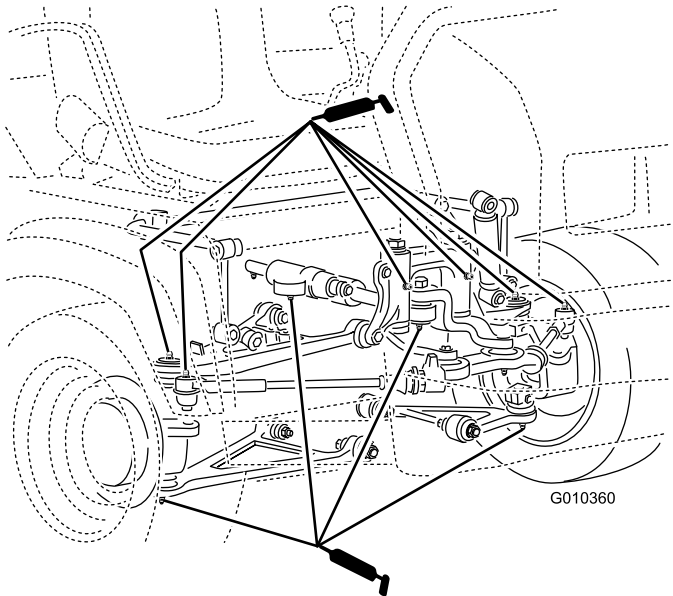

Figura 29
- **Articulaciones esféricas (4);** consulte la Figura 29
- **Tirantes (2);** consulte la Figura 29
- **Soportes de giro (2);** consulte la Figura 29
- **Cilindro de dirección (2);** consulte la Figura 29